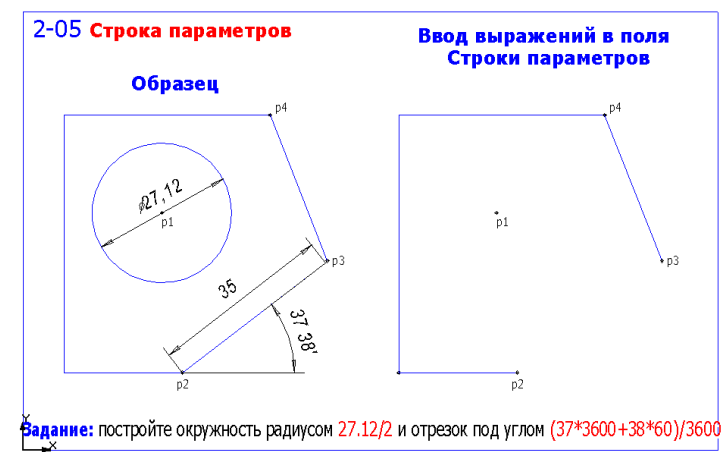

Рис. 5
7. Откройте файл фрагмента 2.05 (рис. 5) и выполните упражнение, используя ввод выражений в поля строки параметров. Сохраните результат.